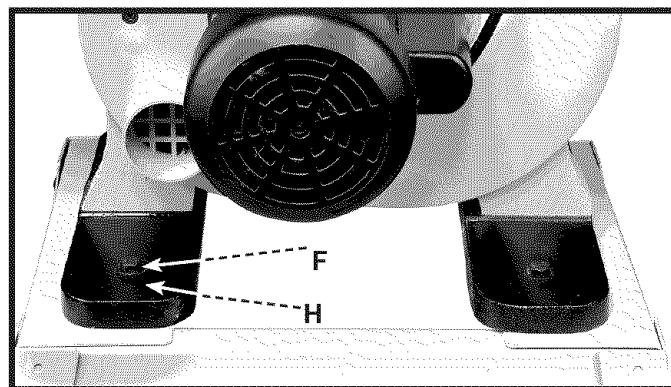

Fig. 7
3. Enfiler une rondelle plate de 9,5 mm (3/8 po) (H) fig. 7, sur la vis à tête hexagonale M8 x 45 mm. Insérer la vis dans le trou de la scie à ruban et dans le trou du socle. Répéter l'assemblage pour les trois autres trous.